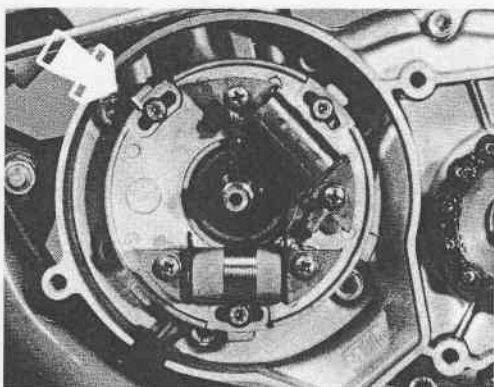

Fig. 22 - Stator du volant
- Démontez l'inducteur du volant et vérifiez que l'encoche du stator coïncide avec l'encoche incisée sur l'arrière du moteur (Fig. 22);